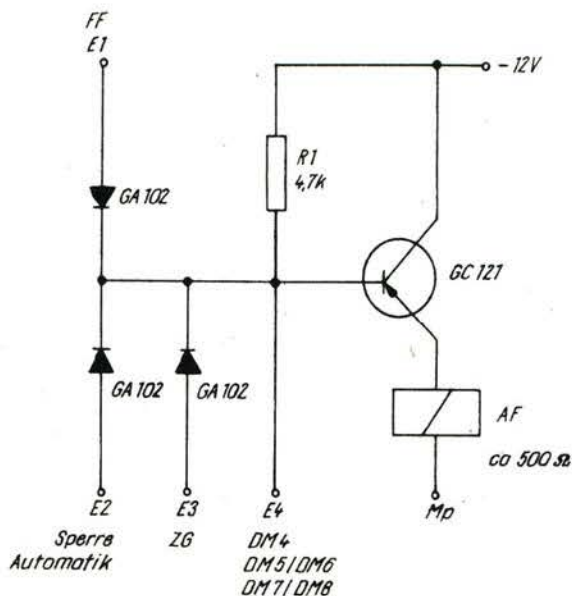

Bild 22 Fahrstraßenfestleger
2.4.2.10. Fahrstraßenfestlegung (FF Bild 22)